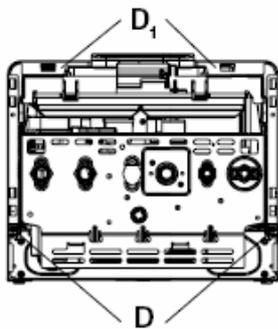
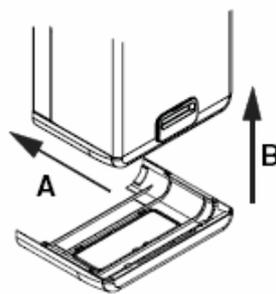
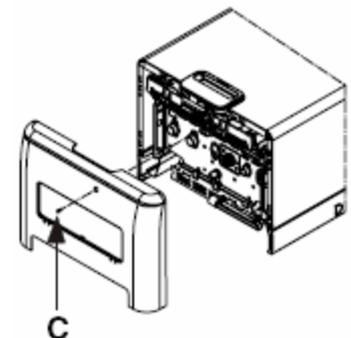

Рис. 10
Рис. 11
Рис. 12
После того как котел будет установлен, винты D1 (рис. 10) можно снять. После завершения работ по установке котла и подключению его к газопроводу и к системам отопления и ГВС, установите крышку, закрывающую отсек со штуцерами (A-B, рис. 11) таким образом, чтобы защелки этой крышки прочно встали в специальных прорезях в нижней части котла. Закрепите крышку винтом C (рис. 12), который находится в пакете с документацией к котлу.
- отвинтите винт крепления крышки, закрывающей штуцеры (C, рис. 12)